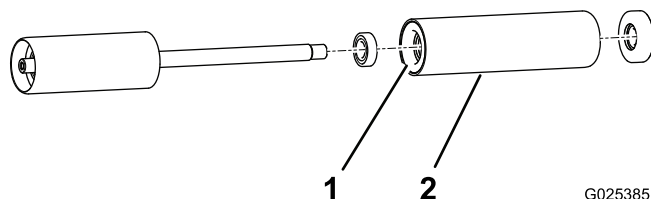

Figura 4
3. Utilizzate una pressa per estrarre tutti i componenti dall'interno di ogni tubo del rullo, tranne la sede interna del cuscinetto (Figura 4).